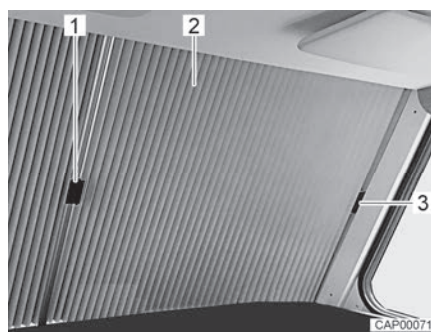

Fig. 5 Tendina oscurante pieghevole per il parabrezza (chiusa)
- Su ciascuna delle due metà della tendina oscurante pieghevole (Fig. 5,2) spingere la maniglia (Fig. 5,1) verso l'esterno sotto la copertura sul montante A.
- Agganciare la maniglia alla copertura (Fig. 5,3). L'oscurante del parabrezza è così fissato in modo che non possa chiudersi inavvertitamente durante la marcia.